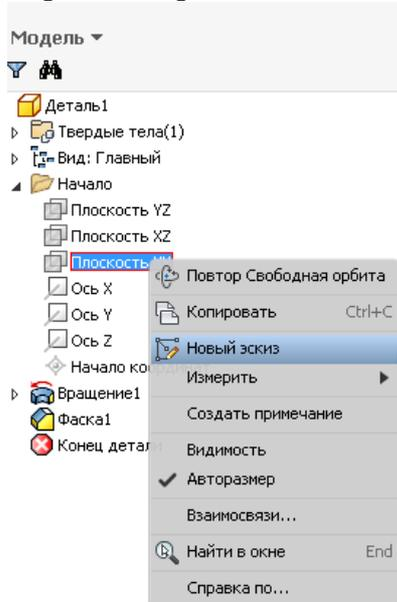

Рис. 35.
1) СПОСОБ. Выберем плоскость XY в браузере, она должна проходить через центр детали, и создайте на ней новый эскиз (рис. 35):